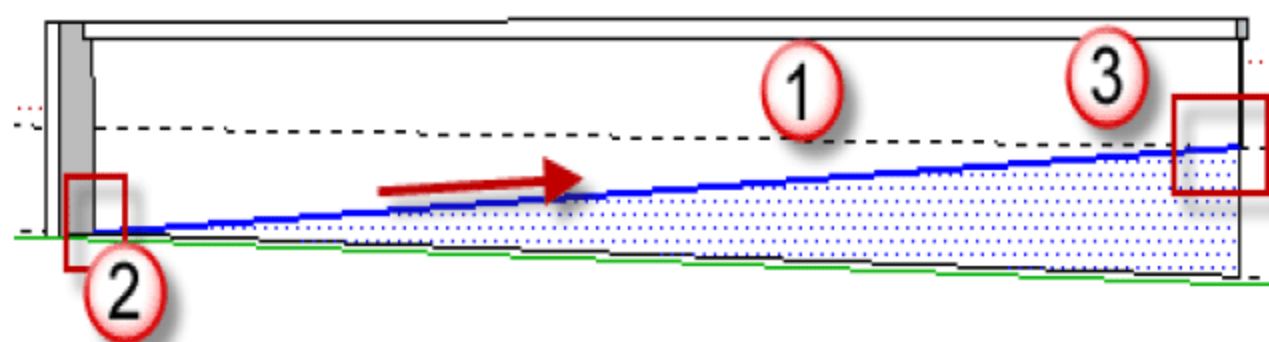

图 8.1.7 补线生成面
(7) 剪切下底面体块。选择“卷尺工具”命令，在立面上绘制一条辅助线，然后选择“直线”命令，连接参考线界定的左下和右上两点生成新的面，如图 8.1.7 所示。